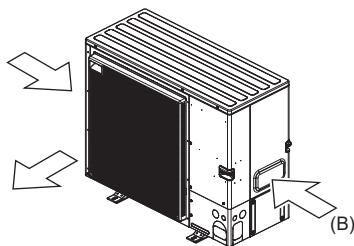

Fig. 2-6
- (3) Posisjoner enheten slik at luftutløpet står vinkelrett på den rådende vindretningen for årstiden, hvis det er mulig. (Fig. 2-6)